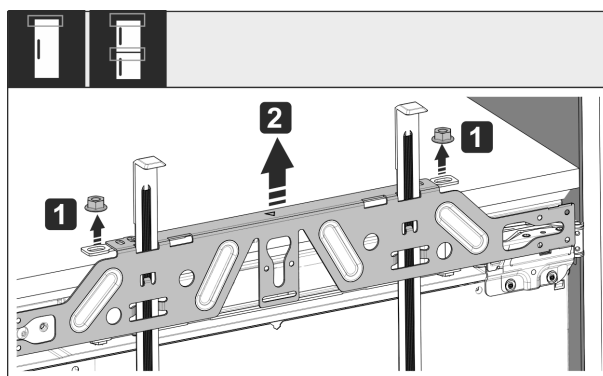

Fig. 52
- Svitare i controdati Fig. 52 (1).
- Togliere la traversa di fissaggio Fig. 52 (2).